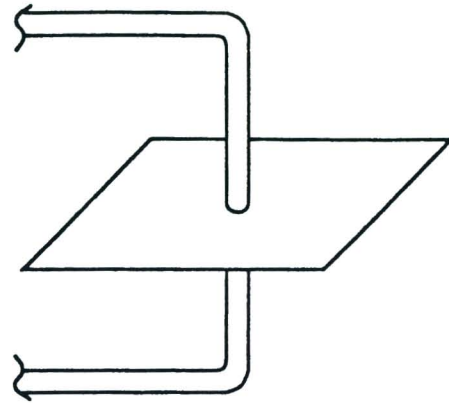

Fig 1.3b
- 14) Repetir las operaciones previas y trazar esquemáticamente las líneas de fuerza en la Fig.1.3b